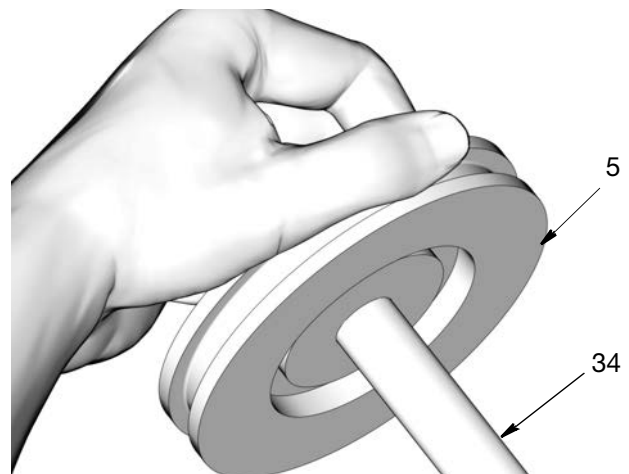

FIG. 31
6. Pousser le piston (5) sur l'extrémité de la tige de piston (34) jusqu'à ce qu'il soit en butée sur la tige (Fig. 31).
7. Mettre l'écrou (37) sur l'extrémité de la tige de piston (34). Tourner deux clés dans le sens opposé l'une de l'autre pour serrer l'écrou. Glisser une clé à fourche sur les méplats de la tige de piston et utiliser la seconde clé pour serrer l'écrou comme montré sur la FIG. 31. Serrer à un couple de 17,6 à 20,3 N.m (13 à 15 pi-lb).